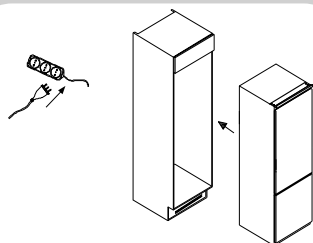

Fig. 14
- O aspeto finalizado das corredeiras da porta deve ser semelhante ao ilustrado na Fig. 14, que apresenta 2 corredeiras na posição correta.